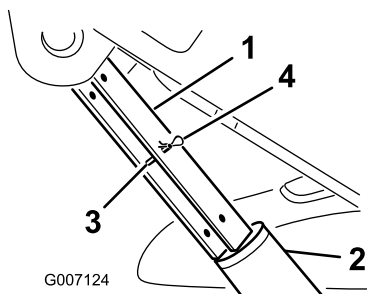

Figura 30
5. Coloque el bloqueo del cilindro sobre la barra del cilindro y fíjelo con el pasador y la chaveta (Figura 30).